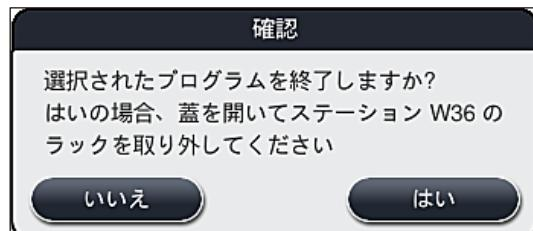

図 93
- 続けて表示される情報メッセージ（→「図93」）に対し、「はい」ボタンを選択して、プログラムの中止を確定します。「いいえ」を選択すると、プロセスステータス表示に戻ります。
表示されるメッセージ (→「図 93」) をよく読み、必ず指示にしたがってください。